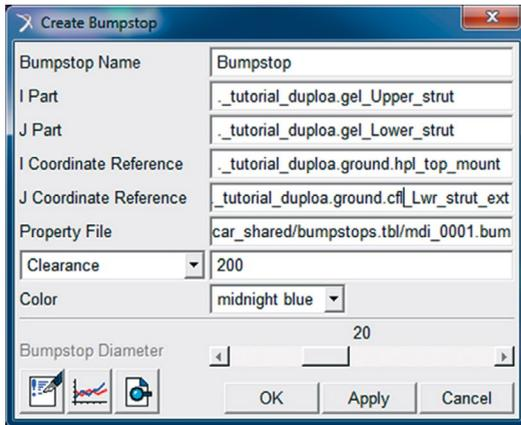

Figura 5.94 – Janela de definição das características do *Bumpstop*.
- Preencha os campos da janela *Create Bumpstop* conforme mostrado na Figura 5.94. A curva característica do *Bumpstop* pode ser editada manualmente pelo usuário e salvo em arquivo externo ou podem ser utilizadas informações da própria biblioteca do software (campo *Property File*) como é o caso deste modelo.